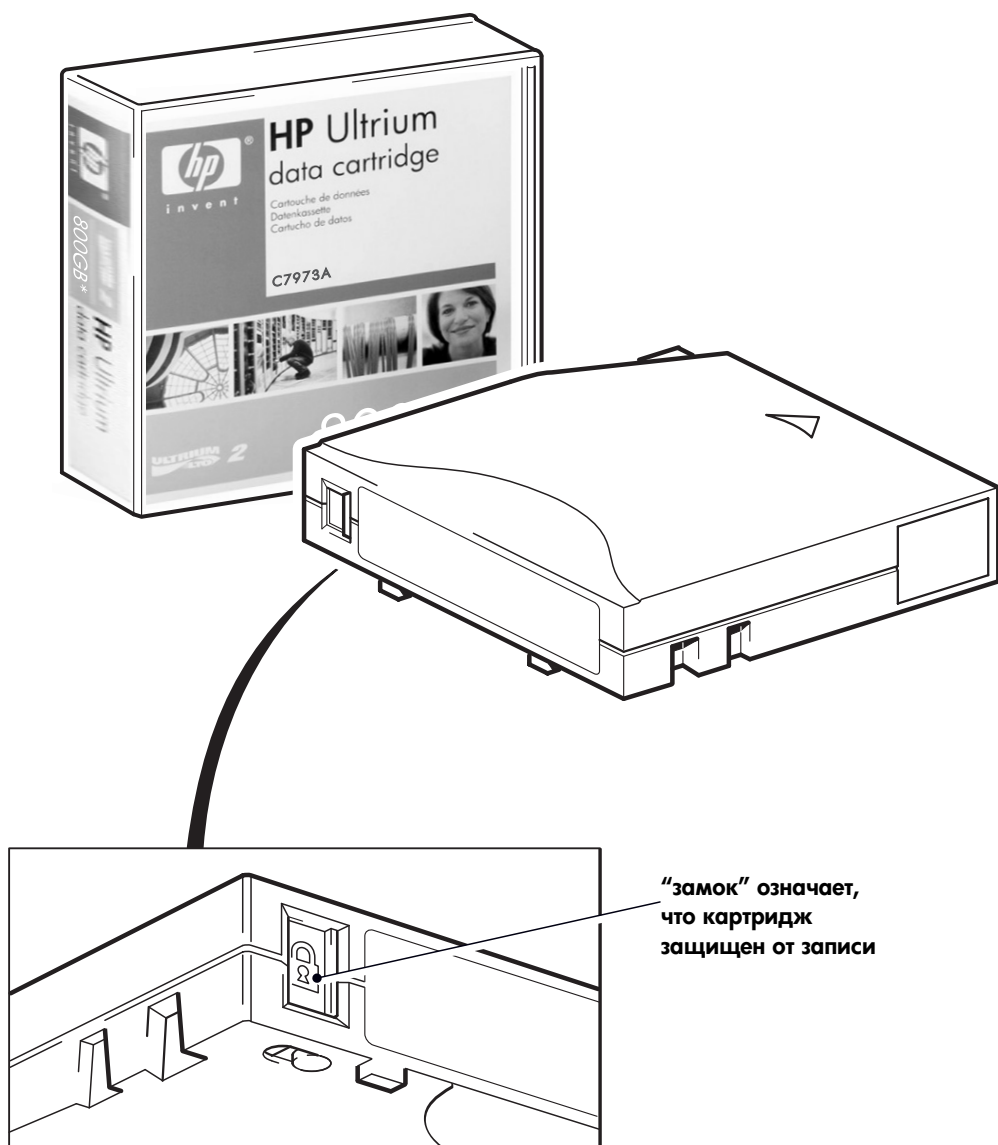

Рис. 8. Защита картриджа от записи
- Чтобы снять с картриджа защиту от записи, сдвиньте защелку влево. Расположение переключателя см. на Рис. 8.